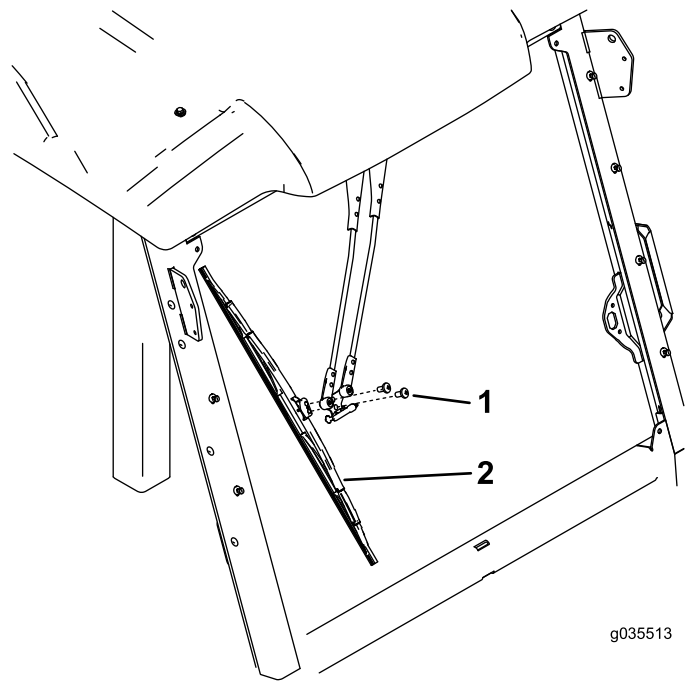

Figura 5
4. Montate la lama del tergicristallo come illustrato nella Figura 5.